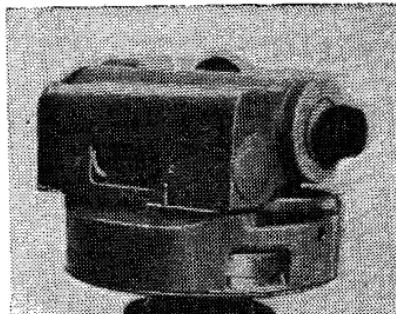

Рис. 20. Нивелир НТ
**3.18. Нивелир НТ** (рис. 20) предназначен для производства технического нивелирования и геодезических работ в строительстве.